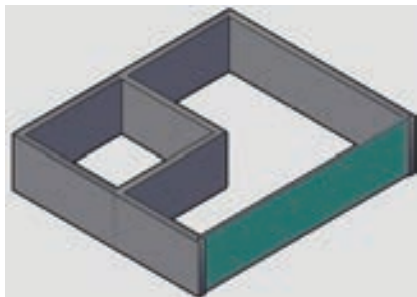

图 3-27 三维效果
- 4) 将当前视图转换为“西南等轴测视图”, 观察幕墙转换的三维效果, 如图 3-27 所示。